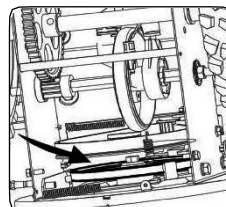

Рисунок 43
4. Снимите ремень привода со шкива, а также вытяните его из пространства между фрикционным колесом и диском. См. Рисунок 43.